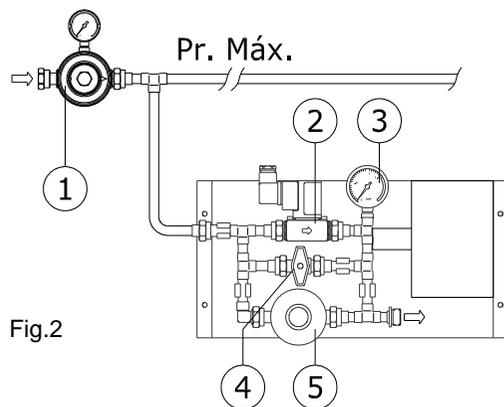

Fig.2
a) Activar la válvula eléctrica desde el sistema de control (fig.2) y ajustar la presión de salida (según modelo) mediante el regulador de línea (1) (no incluido) y comprobar la presión en el manómetro de salida (3)
c) Reajustar la presión de salida mediante el regulador de línea (1) una vez que todos los radiadores estén encendidos.
a) Enable the electro valve from the control system (fig. 2) and set the outlet pressure (depending on the model) using the inlet regulator (1) (not included), and check the pressure in the outlet pressure gauge (3).
c) Re-set the outlet pressure using the inlet regulator (1) once all the brooders are switched on.
a) Activer la soupape électrique depuis le système de contrôle (fig.2), régler la pression de sortie (selon modèle) à l'aide du régulateur d'entrée (1) (no inclus) et vérifier la pression sur le manomètre de sortie (3)
c) Régler à nouveau la pression de sortie à l'aide du régulateur d'entrée (1) une fois que tous les radiateurs seront allumés.